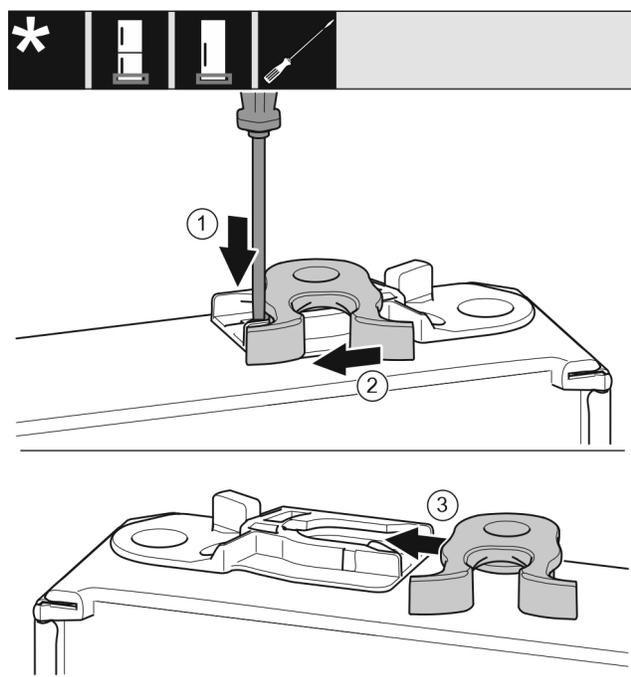

Fig. 17 *
- ▶ Pousser vers le bas la languette avec un tournevis plat. Fig. 17 (1)*
- ▶ Tirer le crochet de fermeture en dehors du guide. Fig. 17 (2)*
- ▶ Pousser le crochet de fermeture dans le guide de l'autre côté. Fig. 17 (3)*